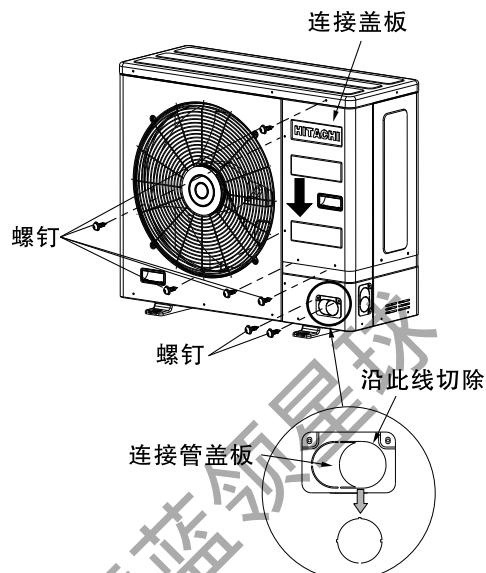
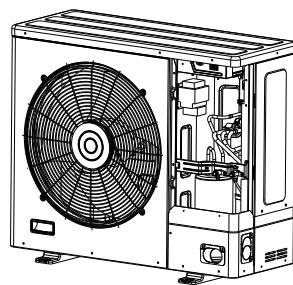

图5
图6
由于本室外机的截止阀在机器的内部，所以安装室内外连接管时必须将连接盖板拆下。如图5，拆下固定“连接盖板”的5处螺钉，将“连接盖板”向下再向外拆除。
当固定“连接盖板”的5处螺钉拆下后，“连接盖板”易按图5箭头方向，向下滑落。安装时请特别注意，防止其从高空坠落，造成人员伤亡。
- (1) 本室外机正面、右面及后面共有3块连接管盖板。根据室内外连接管安装方向，拆下相应的“连接管盖板”，图5、图6为室内外连接管从前面安装的情况。
- (2) 将固定连接管盖板的2处螺钉拆除，再将连接管盖板的中间部分切除，如图5。之后将连接盖板再安装到机器上。(如图6)